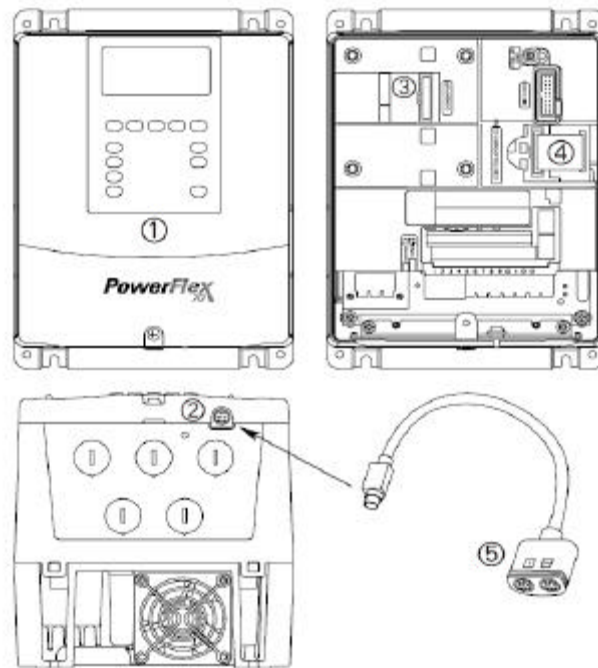

图 4-4 变频器的端口位置
(1) PowerFlex70 变频器的端口位置指示如图 4-4 所示。